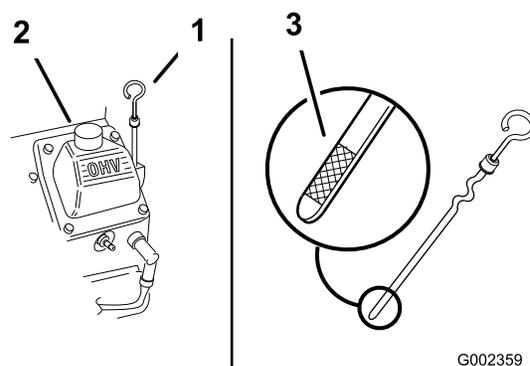

Figura 17
2. Limpe a zona em redor da vareta de óleo (Figura 17), para evitar que entre sujidade no orifício de enchimento e possíveis danos no motor.
3. Retire a vareta, limpe-a e volte a colocá-la até ser completamente introduzida (Figura 17).
O nível do óleo deve estar acima da marca Cheio na extremidade metálica da vareta (Figura 17).
5. Se o nível de óleo se encontrar abaixo da marca Cheio da vareta, retire a tampa do tubo de enchimento (Figura 17) e adicione óleo até que o nível atinja a marca Cheio. **Não encha demasiado.**